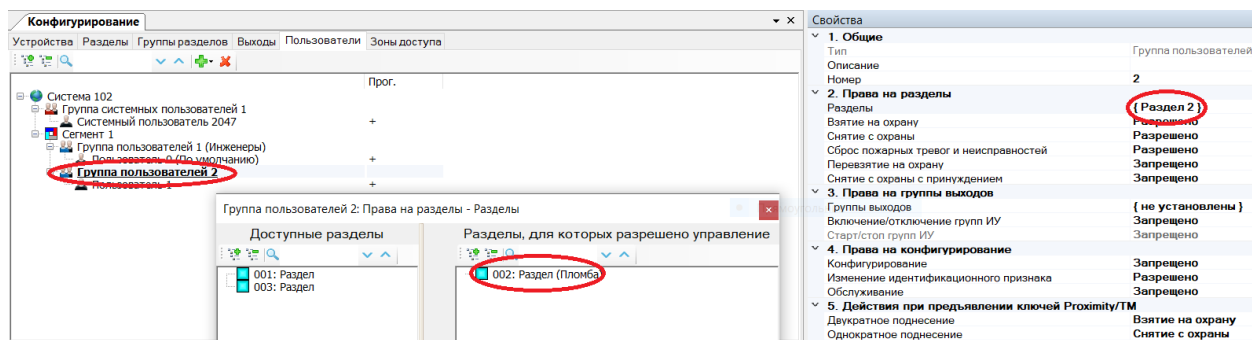

Рисунок 3.8
3.2.6 Права группе пользователей на управления раздела с устройствами Пломба-ПРО с помощью УПОВ устанавливаются во вкладке "Пользователи" (см. Рисунок 3.8).